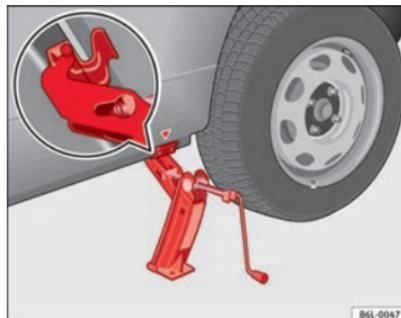

Fig. 150 Colocação do macaco
- Ajuste o macaco de modo a que a respectiva garra envolva o perfil da longarina inferior e a base móvel fique totalmente assente no chão ⇒ Fig. 150.